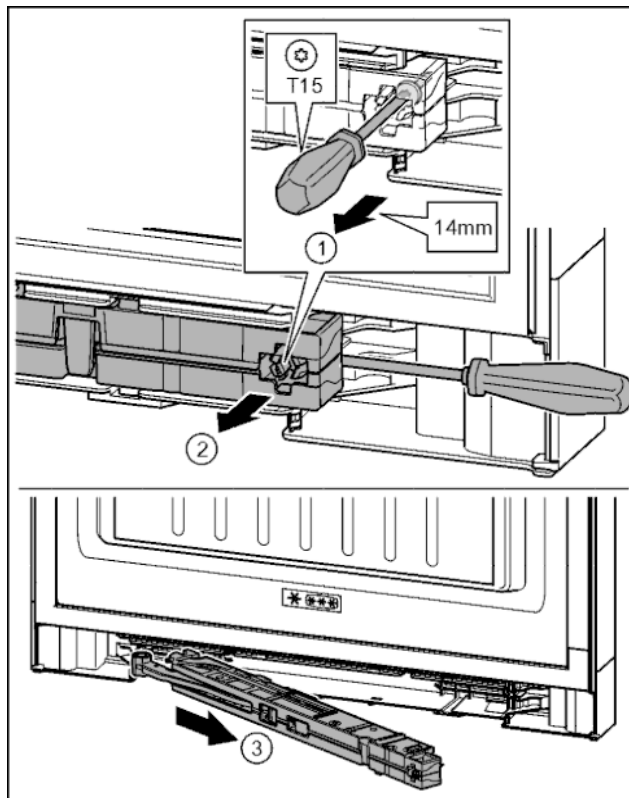

Fig. 20
- Ослабить винт на узле амортизатора с помощью отвертки T15 на ок. 14 мм. Fig. 20 (1)
- Переместить отвертку со стороны ручки за узел амортизатора. Повернуть узел вперед. Fig. 20 (2)
- Вытащить узел амортизатора. Fig. 20 (3)